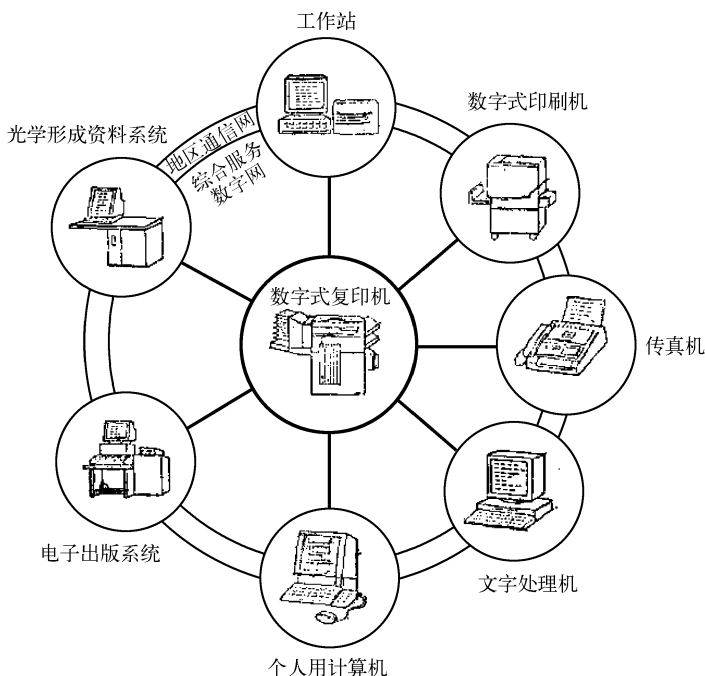

图 4-13 数字式复印机与其他 OA 设备联机使用
(2) 可与 OA 设备联机使用。由于数字式复印机的图像扫描机构与其他 OA 设备的图像扫描器非常相似,而它的激光印刷机构与一般的激光(页式)打印机没有什么区别,因此它既可以作为输入设备,又可以作为输出设备而与计算机以及其他 OA 设备联机使用,如图 4-13 所示。